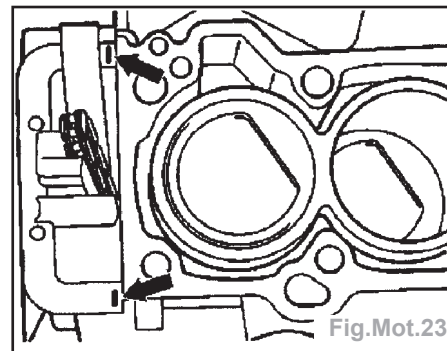

Fig.Mot.23
- Desserrer les vis de culasse (15) progressivement, en plusieurs passes et les déposer.
- Soulever et déposer la culasse (1).
- Appliquer du mastic d'étanchéité (flèches) au talon entre la culasse et le couvercle de carter de distribution (Fig.Mot.23).